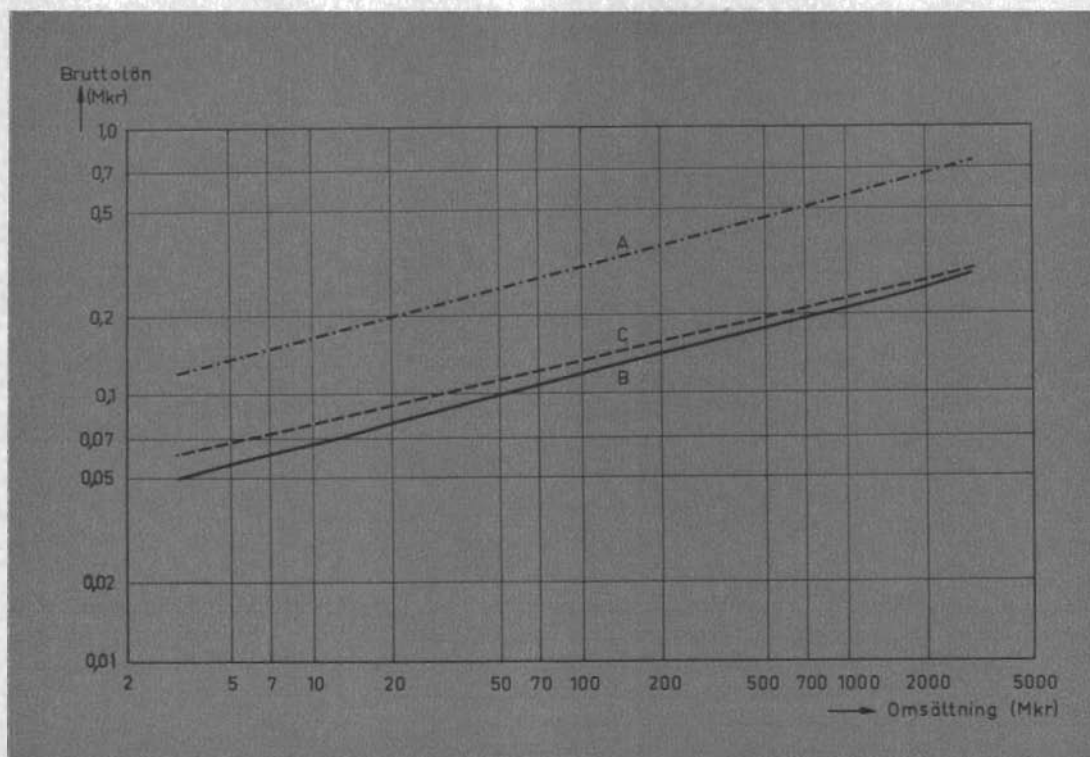

Fig. 5
I fig. 5 visas sambandet mellan årsomsättningssiffrorna för olika typer av företag och medelvärdet av de årslöner som företagen utbetalar till sin högsta chef. Kurva (B) avser medelårslönen för företagschefer inom engelska elektronikindustrin, kurva (C) visar genomsnittslönen för företagschefer inom hela den engelska industrin, kurva (A) avser genomsnittslönen för företagschefer inom USA:s elektroniska industri.